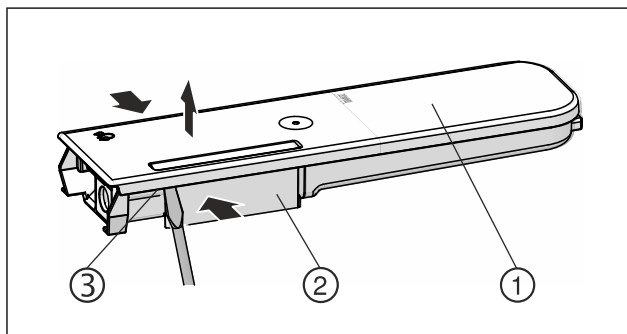

Fig. 146
- ▶ Стиснете резервоара за вода Fig. 146 (2) и внимателно откачете и изтеглете нагоре капачката Fig. 146 (1) над фиксиращите палци Fig. 146 (3).
- ▶ Раздвижете капачката Fig. 146 (1) леко напред-назад и го свалете нагоре.